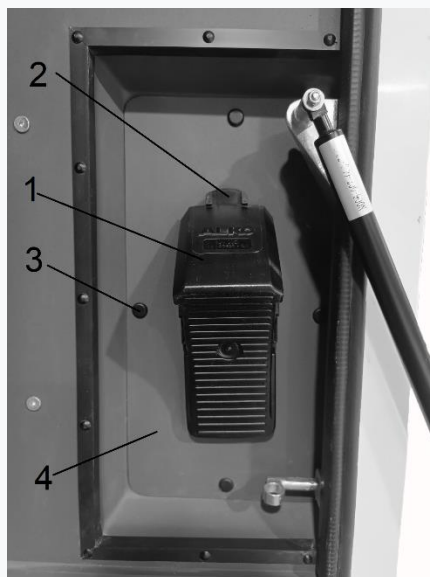

Рис. 6.5 – Кріплення противідкату
- зняти чотири кліпси(3) та зняти кришку(4) на яку кріпиться противідкат(1) з кріпильною пластиною(2) (рис. 6.5);